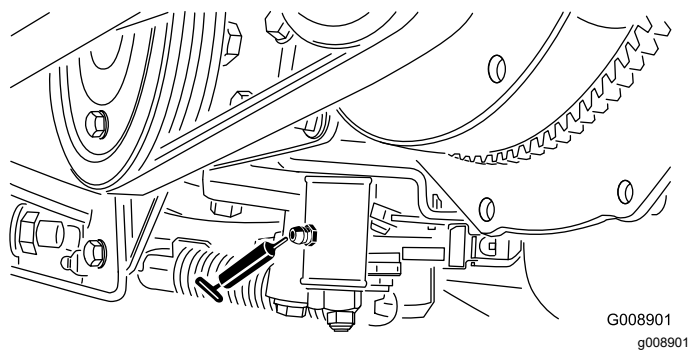

Figura 44
- Meccanismo di regolazione della folle (Figura 44)